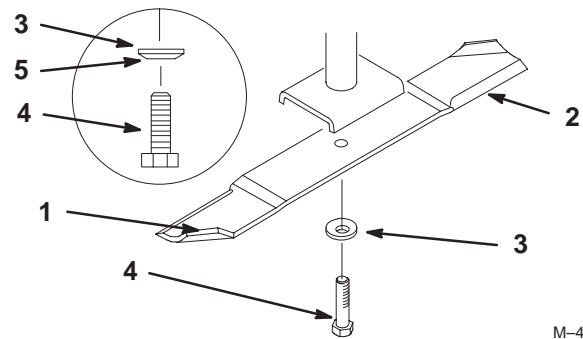
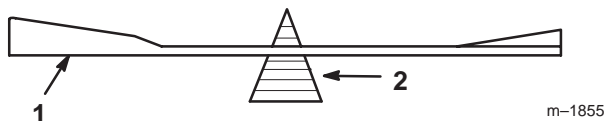

Figure 36
Figure 38
Tenez la lame à son extrémité avec un chiffon ou un gant épais. Retirez le boulon, la rondelle élastique et la lame de l'axe de la lame (Fig. 36).
2. Vérifiez l'équilibre de la lame en la plaçant sur un équilibreur (Fig. 38). Si la lame reste horizontale, elle est équilibrée et peut être utilisée. Si la lame est déséquilibrée, limez un peu l'extrémité de la partie incurvée seulement (Fig. 36). Répétez la procédure jusqu'à ce que la lame soit équilibrée.
1. Placez la lame sur l'axe (Fig. 36).
2. Installez la rondelle élastique et le boulon de la lame. Le cône de la rondelle élastique doit être dirigé vers la tête du boulon (Fig. 36). **Serrez le boulon de la lame à 115–150 Nm (85–110 pieds-livre).**